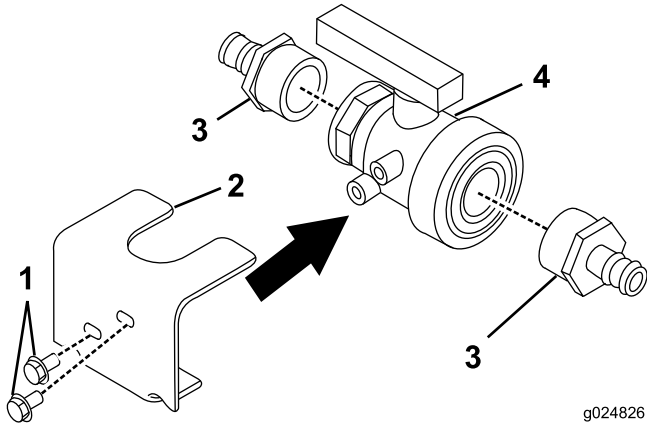

Figure 20
2. Assemblez le support du clapet à bille (Figure 20).